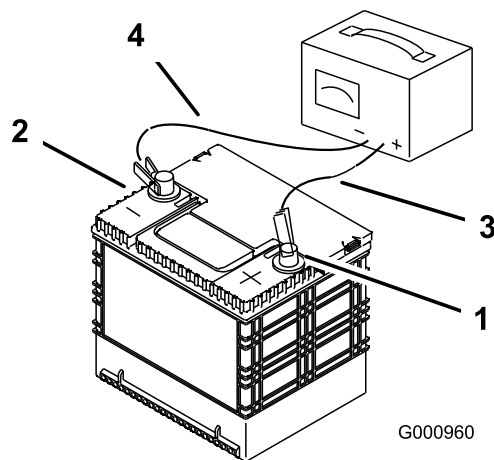

Figure 65
2. Quand la batterie est chargée au maximum, débranchez le chargeur de la prise, puis débranchez les fils du chargeur des bornes de la batterie (Figure 65).